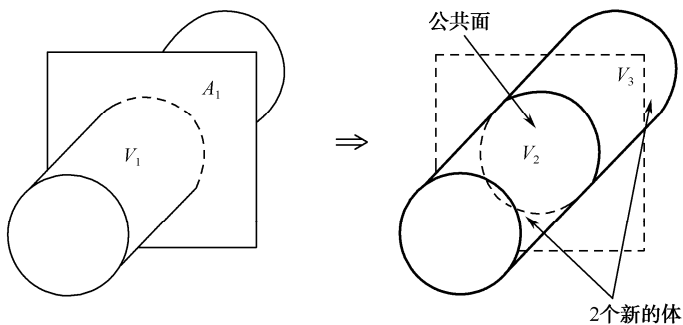

图 2-21 面分割体示意图
(9) 面分割体：生成两个不同的体，其示意图如图 2-21 所示。